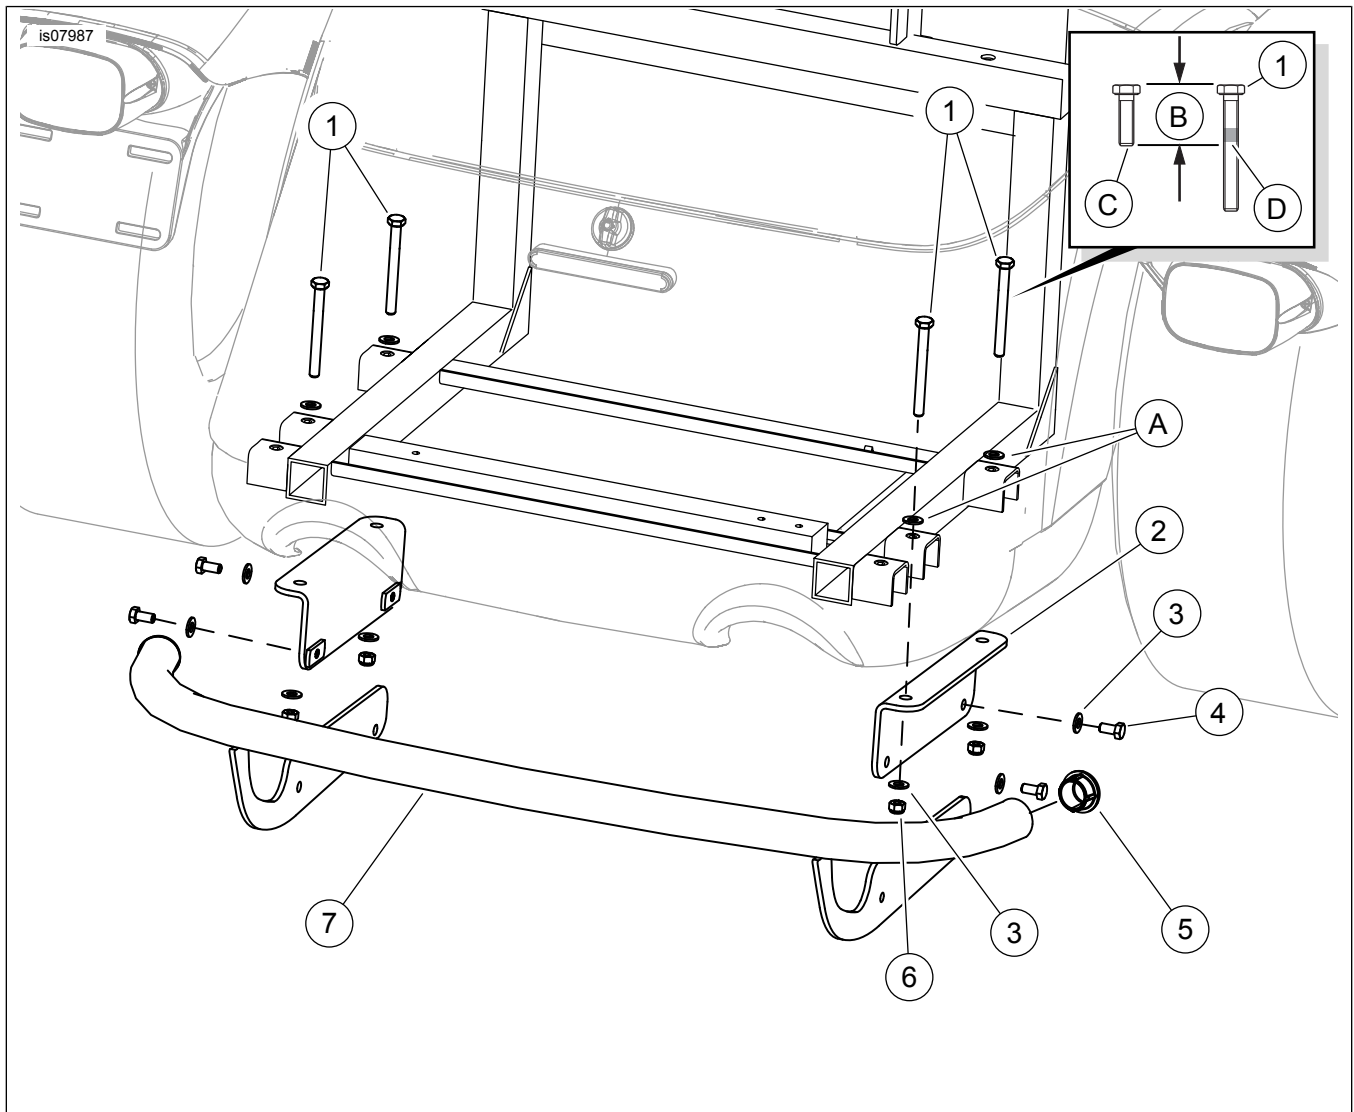

Figura 1. Contenido del kit: Protector trasero Trike
1. Vea la Figura 1. Ubique los cuatro tornillos con arandelas (A) en el fondo del compartimiento del portaequipajes que fijan el cuerpo al chasis trasero. Deje la arandela en su lugar, quite uno de los tornillos. Guarde el tornillo para el siguiente paso y, a continuación, deséchelo.
2. Aplique threadlocker a los tornillos largos (1).
*Oriente las piezas de soporte de montaje como se muestra en Figura 1 .*
5. Aplique fijatornillos a las tuercas de los tornillos cortos (4).